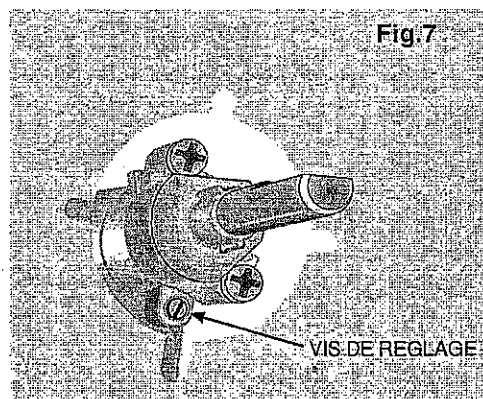

Fig.7
9. La vis de réglage du débit réduit de chaque brûleur est située sur le corps du robinet (**Fig.7**). Elle est accessible avec un tournevis fin en passant sous le contacteur.